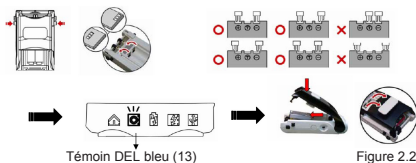

Figure 2.2
Stellen Sie die Federkontakte nach oben ein, indem Sie beide Seiten der Entsperrtaste für die Winkeleinstellung (4) drücken. Stellen Sie Kontakt mit den Ladekontakten des Akkus her, bis die blaue LED (13) leuchtet, dann klemmen Sie den Akku mit der Klappe (10) an (siehe Abb. 2.2).
Mettez en contact les connecteurs de charge de la batterie jusqu'à ce que le témoin DEL bleu (13) s'allume ; attachez ensuite la batterie avec le couvercle (10). (Veuillez vous référer à la figure 2.2)